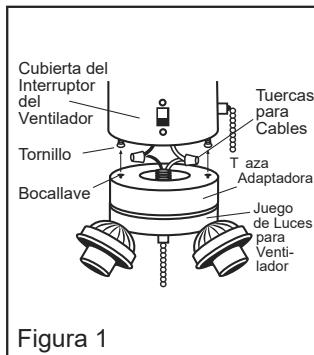

Figura 1
- Conecte estos cables al juego de luces usando los conectores de cable (Vea la figura 1). Blanco (gris) a blanco y azul (rojo) a negro.
- Meta cuidadosamente todos los cables nuevamente dentro del alojamiento del ventilador. Instale el juego de luces alineando las ranuras de bocallave con los dos tornillos anteriormente atornillados sólo hasta la mitad en el alojamiento del interruptor (Consulte la figura 1) Empuje de manera que los tornillos pasen a través de las ranuras de las bocallaves y gire de manera que se fijen en el extremo más angosto de las ranuras. Apriete de manera segura los tornillos para evitar que se suelte el juego de luces a causa de las vibraciones.